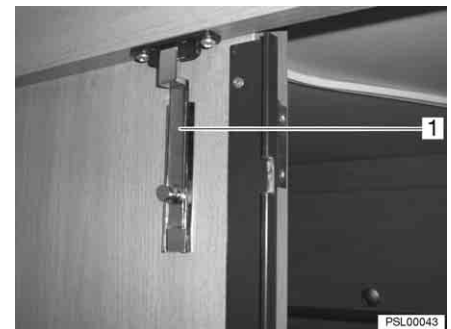

Bild 69 Verriegelung der Faltwand
- Die obere und die untere Verriegelung (Bild 69,1) auf der Innenseite der Faltwand lösen.